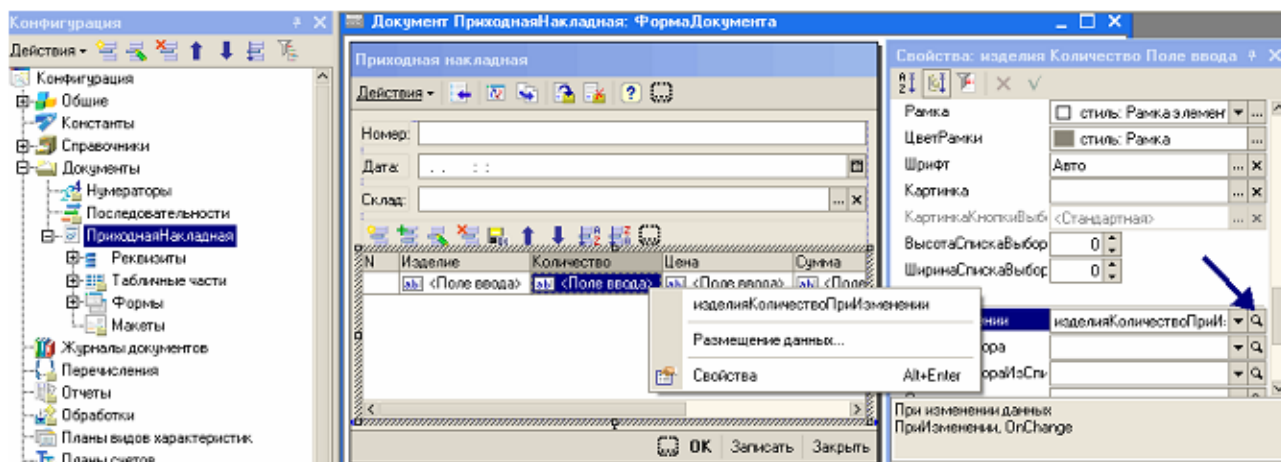

Рис. 46
- вызовите контекстное меню в поле ввода *Количество* (рис. 46) и выполните пункт *Свойства*;